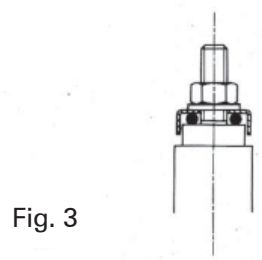

Fig. 3
**Effectuer le raccordement aux bornes comme indiqué à la fig. 3. Garantir les distances de sécurité entre parties nues sous tension.**